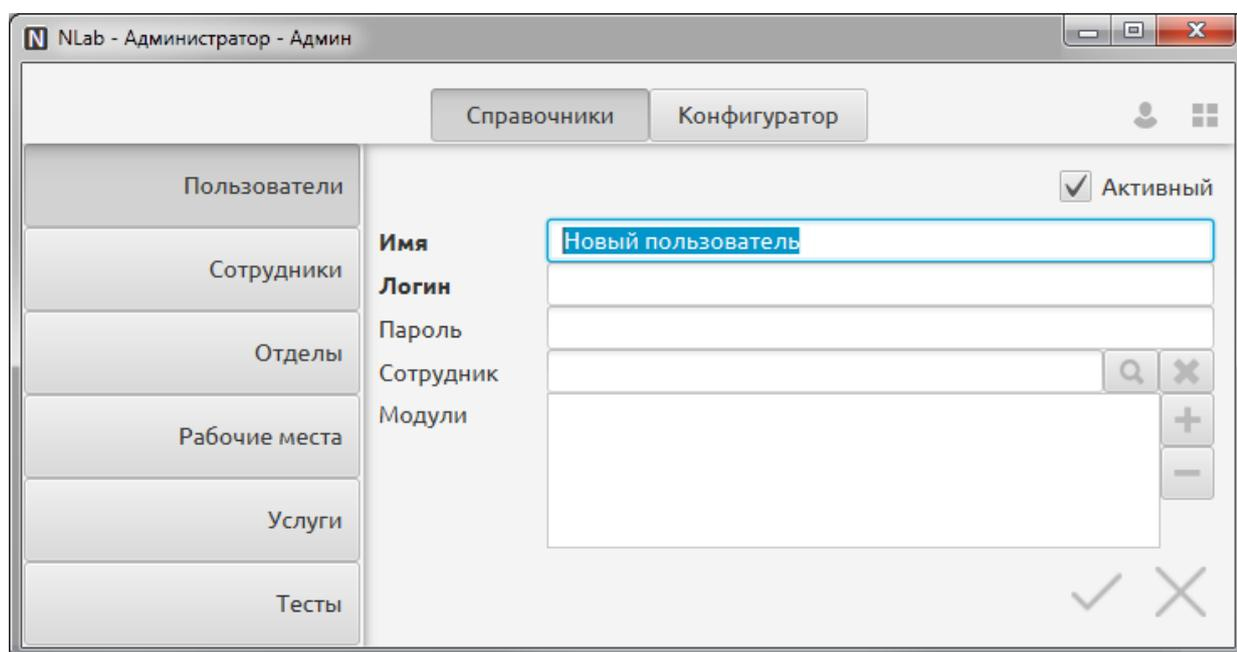

Рис. 7
- Отмена изменений, вносимых в запись справочника – производится при нажатии кнопки  в правой нижней части карточки записи (Рис. 7), также можно использовать клавишу ESC на клавиатуре.
- Сохранение изменений, вносимых в запись справочника – производится при нажатии кнопки  в правой нижней части карточки записи (Рис. 7), также можно использовать клавишу F2 на клавиатуре.
В данном справочнике выполняется добавление и удаление пользователей и их паролей, а также назначение модулей (разделов), доступных конкретному пользователю. При добавлении и редактировании пользователя системы открывается окно, показанное на Рис. 7. Карточка пользователя содержит поля: